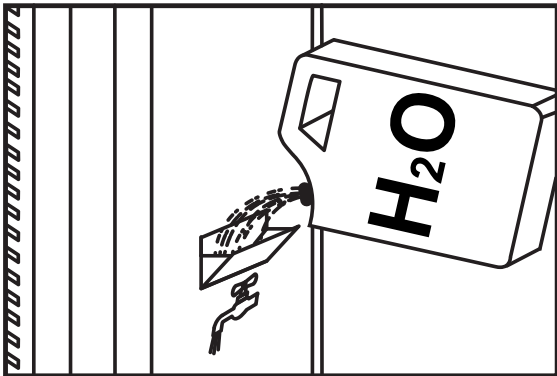
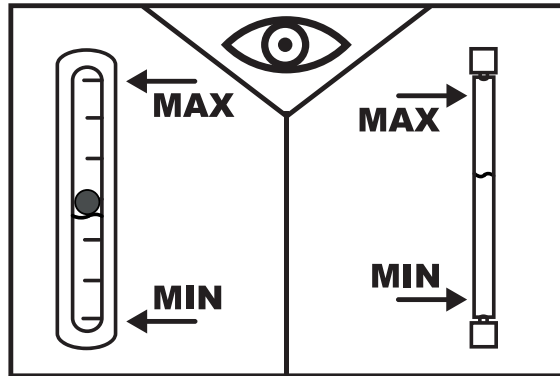

Fig. 3
Fig. 4
- ▶ **4.1.2.** Napełnić zbiornik (Rys. 3), poziom wody musi mieścić między MIN i MAX skali na ścianie urządzenia (Rys. 4), aby zapobiec ryzyku.